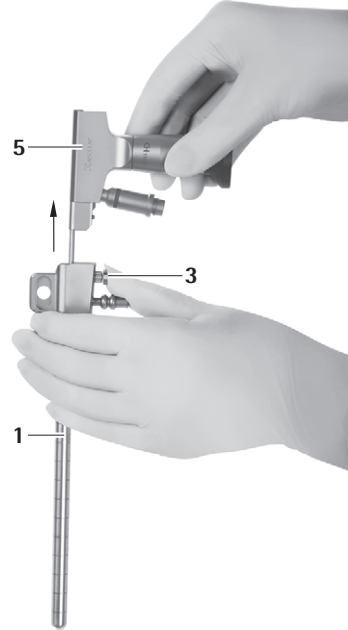

Fig. 8
- ▶ Apăsați butonul de deblocare 3 și scoateți endoscopul 5 din trocarul MINOP InVent 1, vezi Fig. 8.